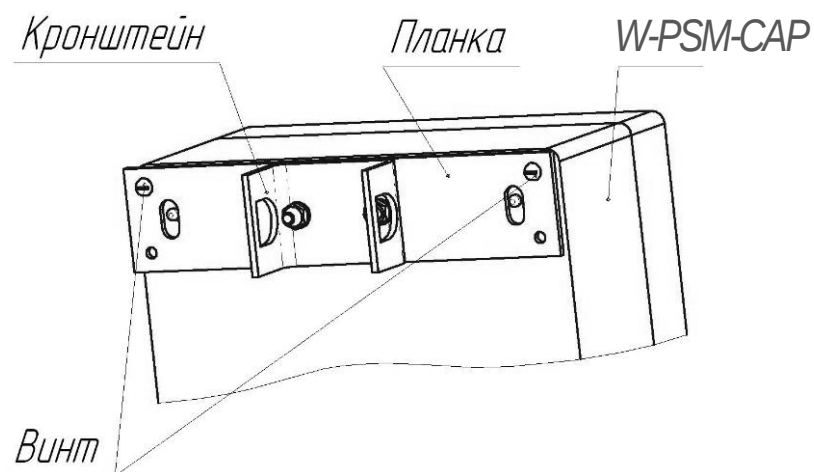

Рисунок 5. Крепление кронштейна к контроллеру
- Крепление кронштейна к контроллеру показано на схеме (см. Рисунок 5).